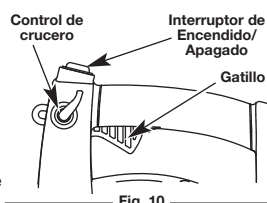

Fig. 10
NOTA: No hay necesidad de arrancar la unidad. El interruptor de Encendido/Apagado debe estar en la posición **ENCENDIDO (I)** en todo momento (Fig. 10).
NOTA: Es aconsejable arrancar la unidad en vacío. No apriete el gatillo hasta el paso 8 (Fig. 10).
8. Apriete y sostenga el gatillo, u oprima el control de crucero (Fig. 10), y deje que la unidad se caliente unos 30 – 60 segundos.
2. Oprima y mantenga oprimido el interruptor de encendido/apagado en la posición **APAGADO (O)** hasta que el motor se detenga por completo (Fig. 10).